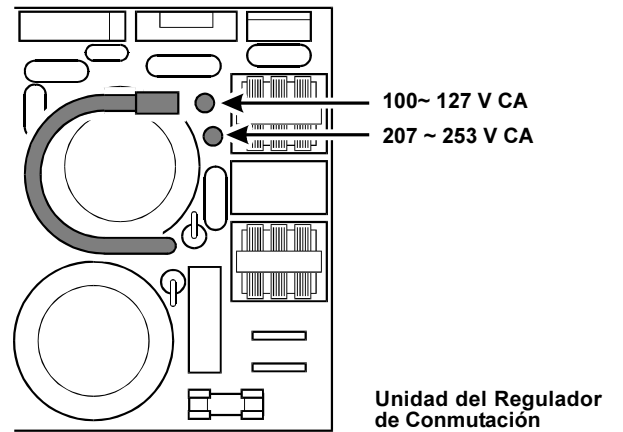

Ilustración 4
- ❑ Posteriormente, refiérase a la Ilustración 4 y realice la distribución correcta de los cables del puente de conexión en la Unidad del Regulador de Conmutación para el voltaje de la red de CA que se utiliza en su localidad (100-127 V CA ó 207-253 V CA).